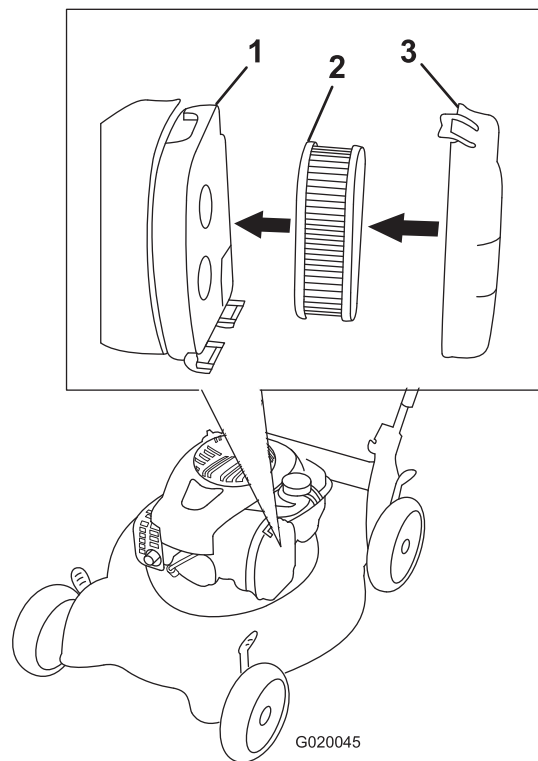

Figure 15
2. Appuyez sur le bouton sur le couvercle du filtre à air (Figure 15) et ouvrez le couvercle.